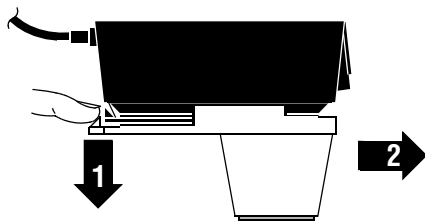

Figura 6-7 Rimozione di una piastra pediatrica
2. Fare scorrere la piastra pediatrica per rimuoverla (vedere la Figura 6-7).